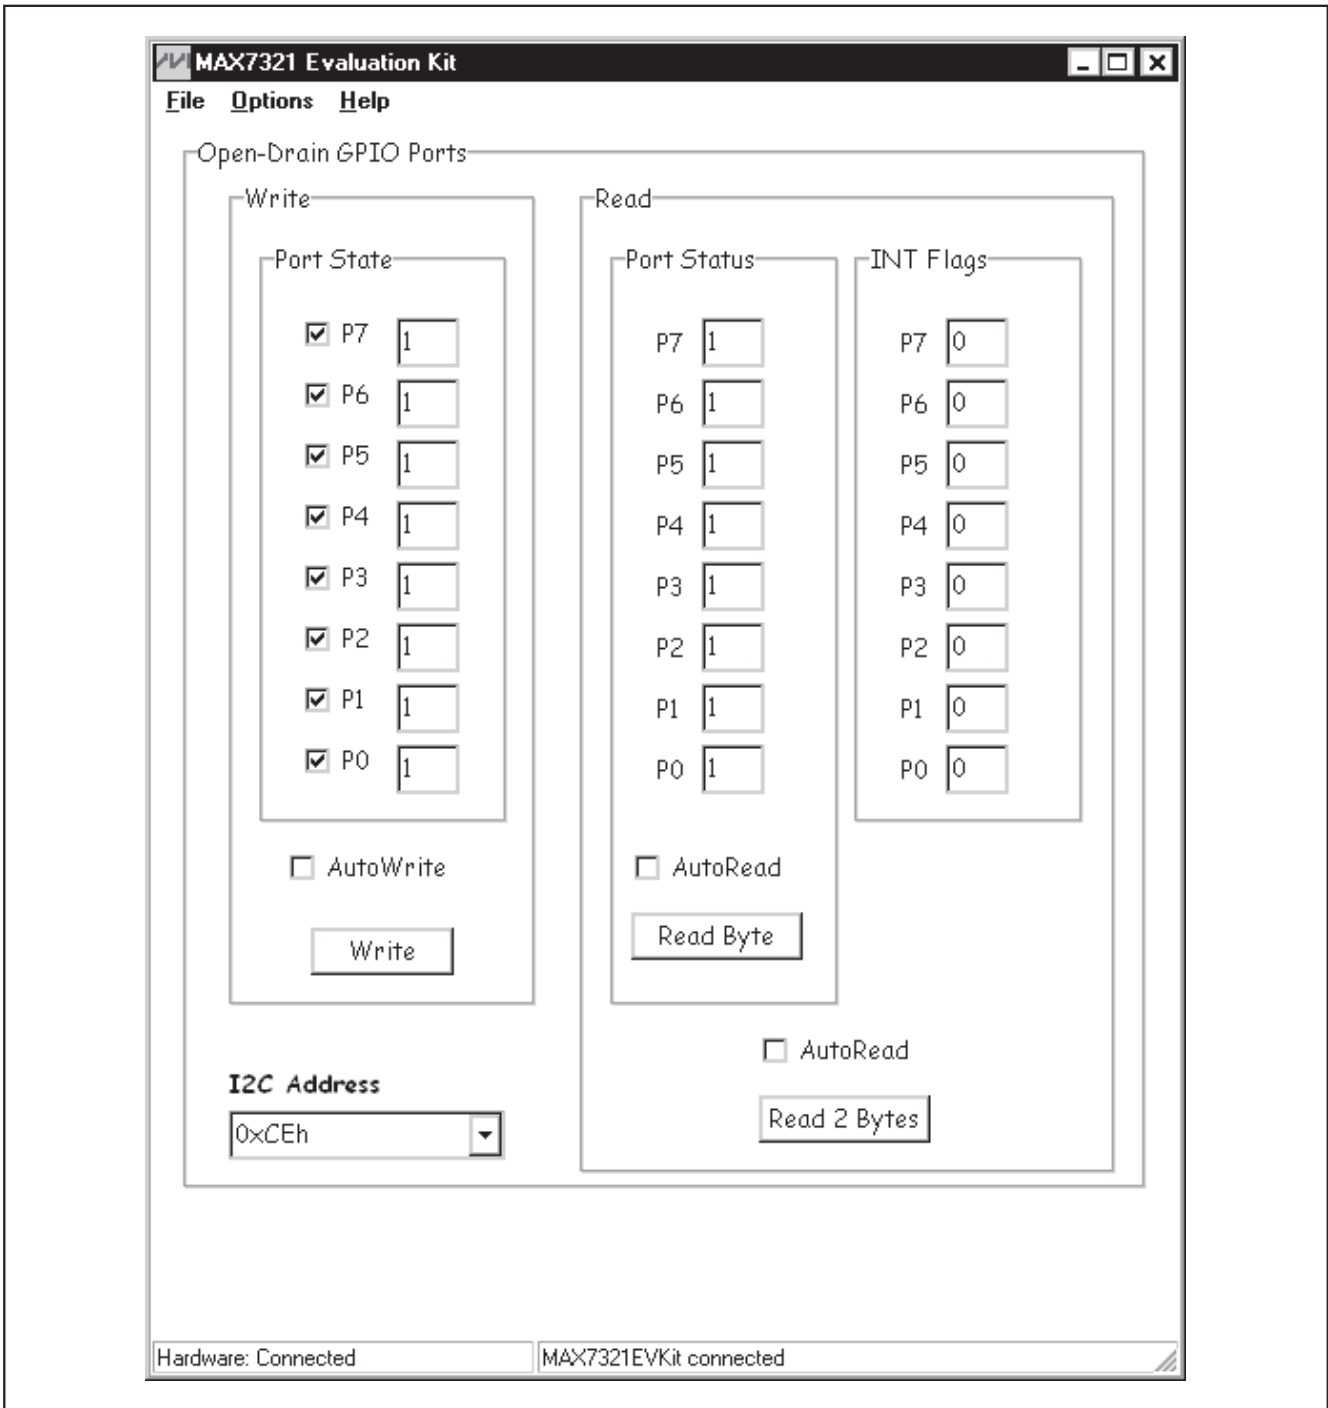

图1. MAX7321 评估软件主窗口
- 6) 从**Start | Programs**菜单中打开图标，启动MAX7321评估软件。计算机中将显示评估软件的主窗口，如图1所示。
MAX7321评估软件的主窗口如图1所示。